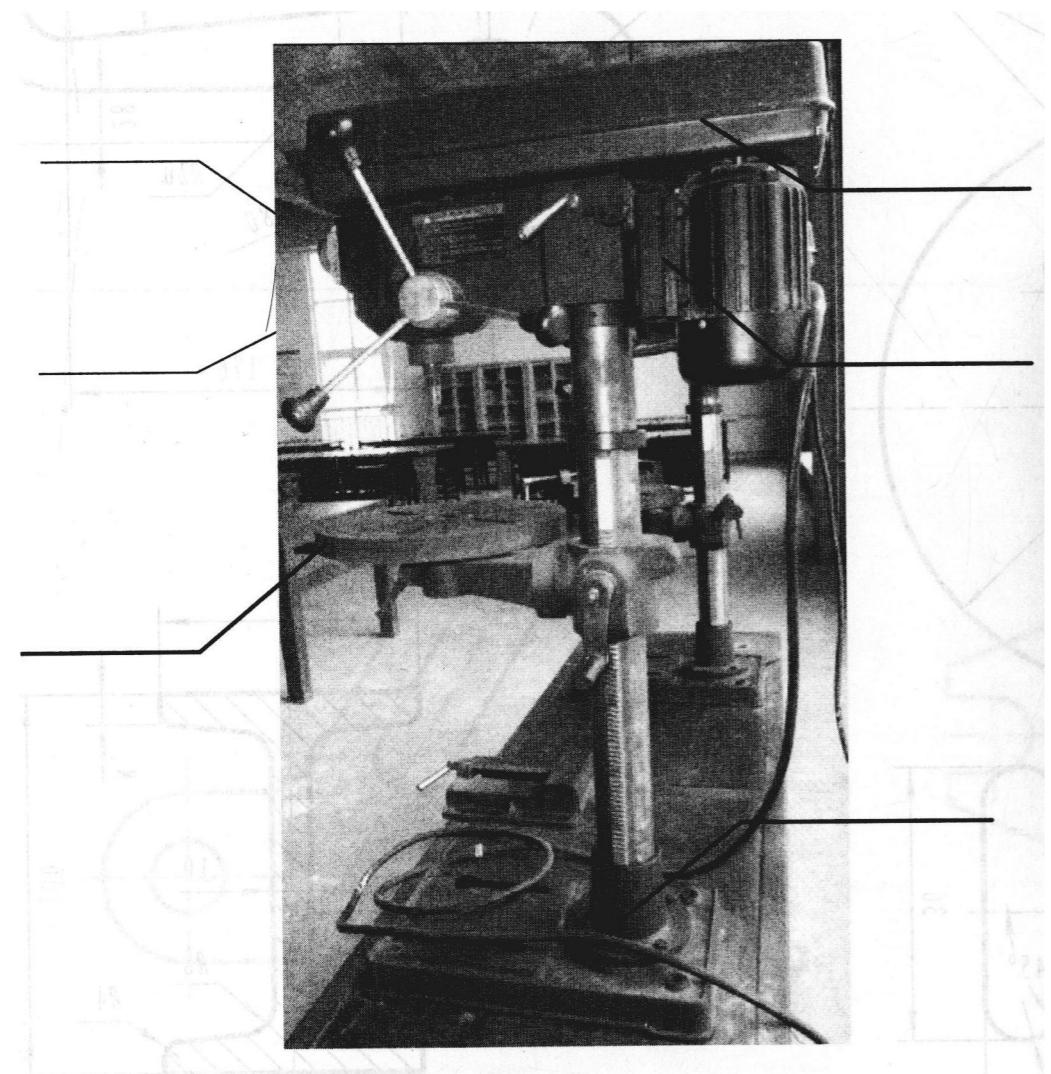

图 1 台钻
- (1) 观察台钻或其他机器，将组成台钻各部分的名称填写在图 1 相应位置上。